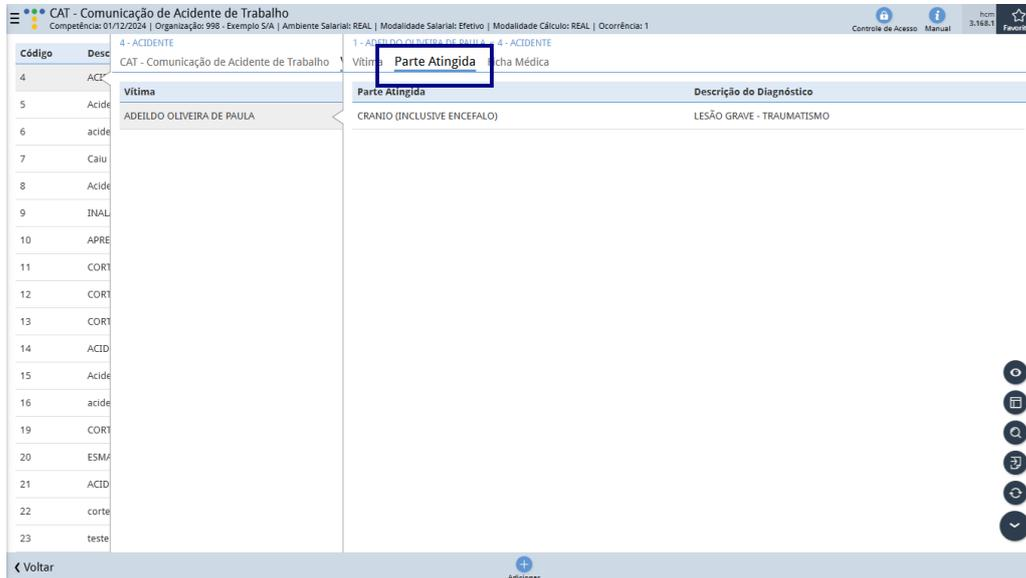

Figura 32: Parte Atingida
1. Clique na aba **Parte Atingida** (Figura 32).